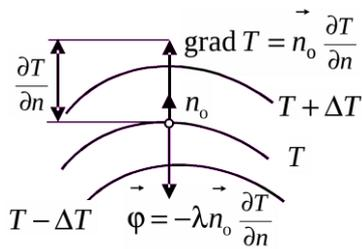

Рисунок 11.1 – К понятию градиента температуры
**Температурный градиент.** Наибольшее изменение температуры на единицу длины происходит по нормали к изотермической поверхности, характеризуемой единичным вектором  $n_0$ , направленным в сторону роста температуры (рисунок 11.1). Вектор, указывающий направление наибольшего изменения температуры в пространстве и численно равный частной производной от температуры в направлении нормали, называется градиентом температуры
Таким образом, векторы  $\varphi$  и  $\text{grad}T$  лежат на одной прямой, но направлены в противоположные стороны (см. рисунок 11.1). Это объясняет наличие знака минус в уравнении (11.2).